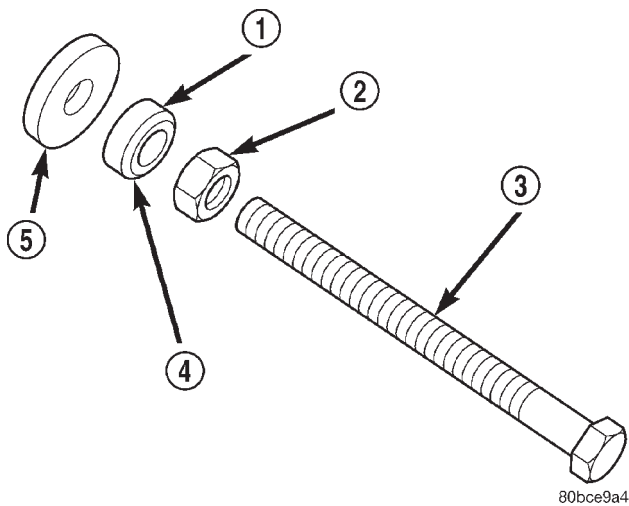

Abb. 121 Korrektes Zusammenbauen von Spezialwerkzeug 8512
(2) Spezialwerkzeug 8512 folgendermaßen zusammenbauen. Zuerst die Mutter an der Welle anbauen. Anschließend das Kugellager auf der Gewindestange anlegen (die gehärtete Fläche des Lagers **MUSS** der Mutter gegenüberliegen). Dann die gehärtete Unterlegscheibe auf die Gewindestange schieben (Abb. 121). Nach dieser Zusammenstellung die Gewinde der Gewindestange mit Mopar®-Nickel Anti-Seize oder (Loctite No. 771) beschmieren.